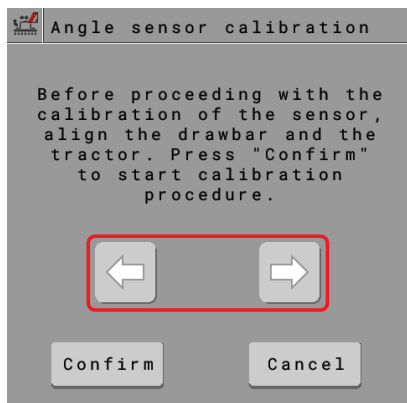

Fig. 62
- Følg de viste instruktioner, og tryk på **Confirm** (fig. 62).